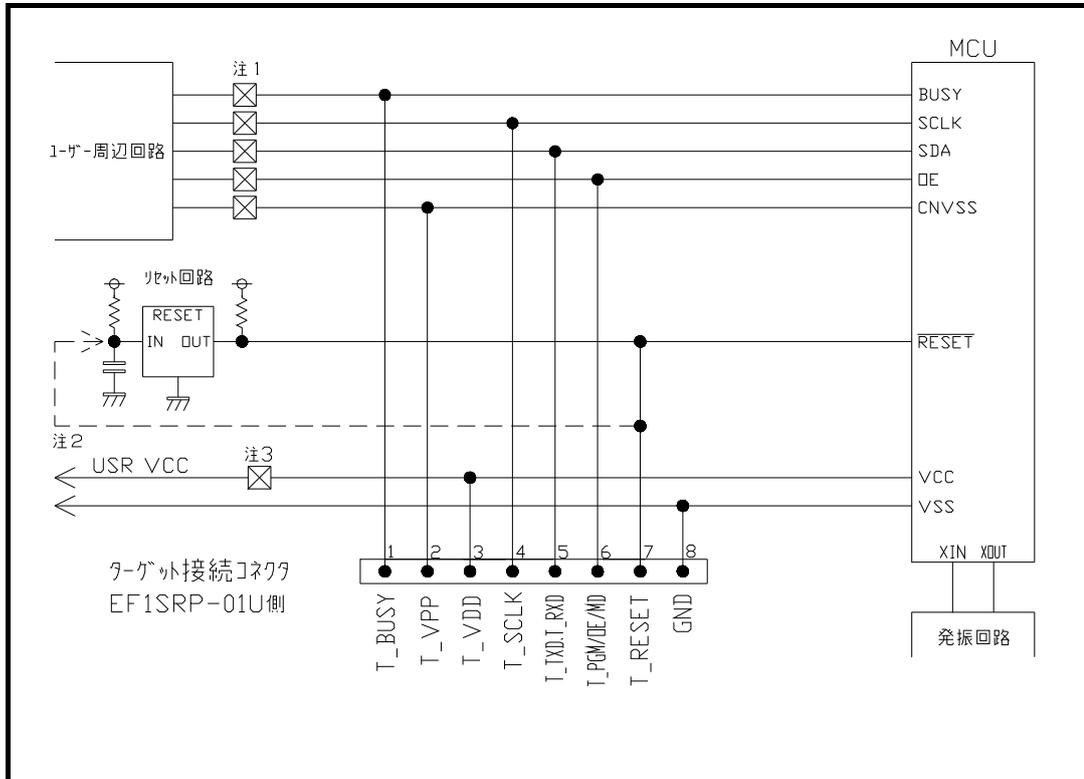

図4.1 ターゲットMCU周辺回路例
(1) 7700シリーズをご使用される場合のターゲットMCU周辺回路例を図4.1に示します。